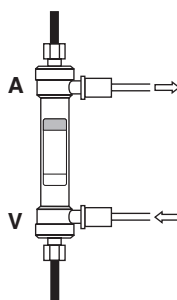

Fig.5/Abb.5/Εικ.5
- 7) Sluit de dialysaatlijnen aan op de dialysaatpoorten zodat het dialysaat in tegenstroom met de bloedstroom stroomt. Verwijder eventuele luchtballen en spoel de dialysaatzijde met dialysaat dat stroomt met ongeveer 500 ml/mm. (Fig. 5) Laat het dialysaat minstens 5 minuten stromen. Vermijd ultrafiltratie tijdens deze procedure.